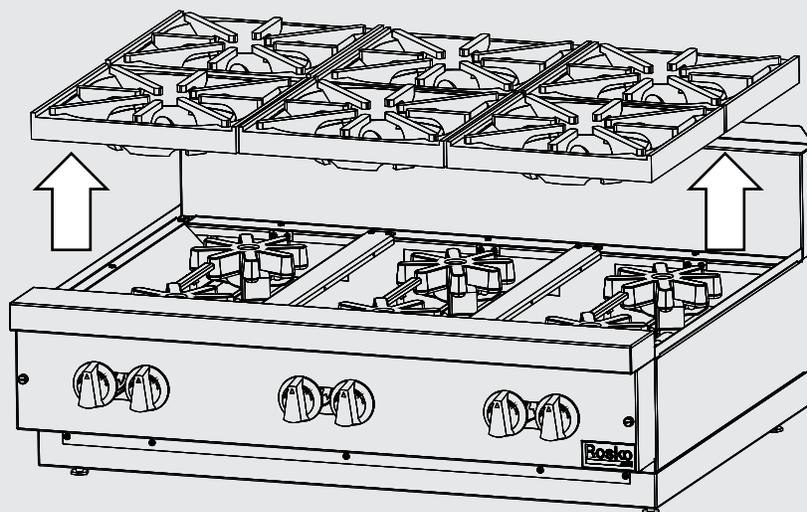

Figure 1
1. Pour changer les injecteurs de gaz, retirer d'abord les grilles de fonte de la cuisinière pour atteindre les brûleurs. **(Figure 1)**